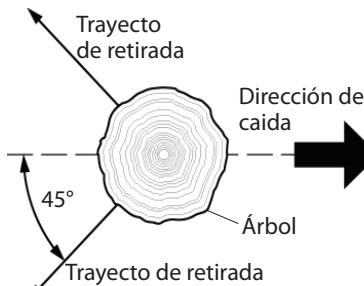

Figura 14 - Trayecto de retirada de un árbol
- Planee y despeje un trayecto de retirada para el momento de la caída. Éste debe ser en sentido contrario al de la caída del árbol y a un ángulo de 45° (vea la Figura 14, vea página 34).